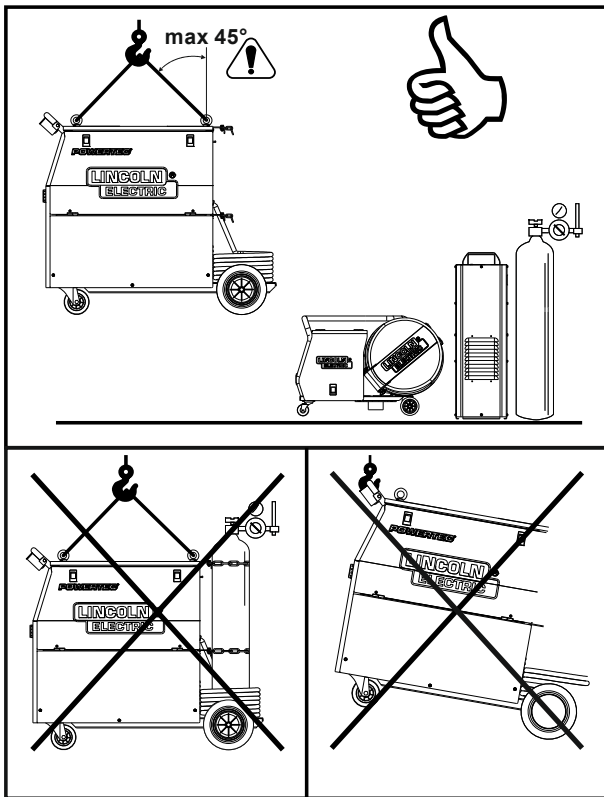

Figura 17.
- Avvitare una vite a occhiello e applicare il carico assialmente con un angolo di 45 gradi come indicato in Figura 17.